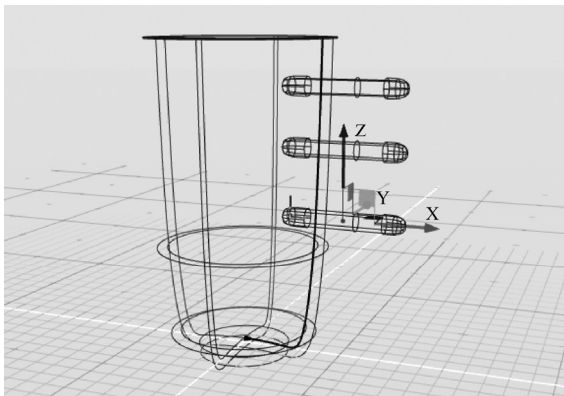

图 7-44 复制两个新的多边形对象
5) 仍然保持该多边形对象处于选中状态。重复使用两次〈Ctrl+C〉和〈Ctrl+V〉快捷键, 对该对象进行复制, 并移动两个复制对象至图 7-44 所示的位置。